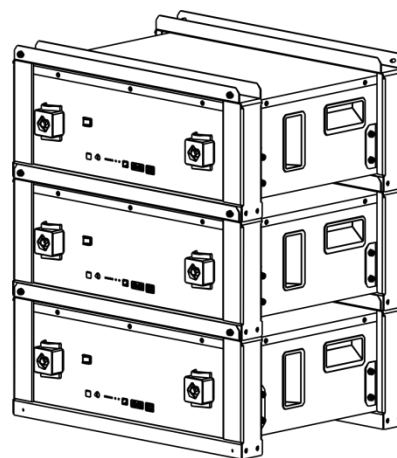

Figura 3-6
5. Empilhe o número desejado de combinações de bateria e suporte da maneira acima e fixe o parafuso com uma força de torção de $9,8 \text{ N} \cdot \text{m}$, conforme mostrado na Figura 3-6.